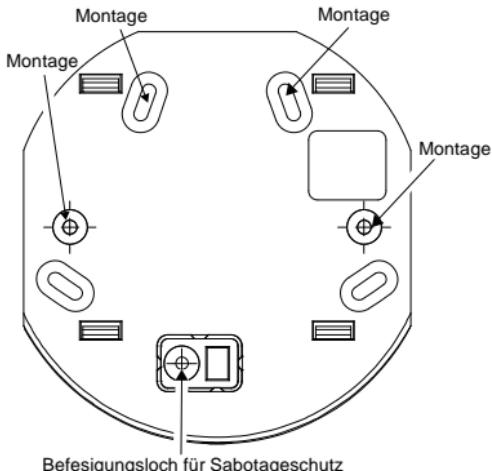

Abbildung 1
1. Testen Sie vor der Montage die Kommunikation des Bedienteils mit dem System. Versuchen Sie dazu, das System mit einer der Aktivierungstasten auf dem Funk-Bedienteil zu aktivieren (siehe Abbildung 1).
2. Montieren Sie den Montagehalter mit den mitgelieferten Schrauben an der Wand (siehe Abbildung 1).